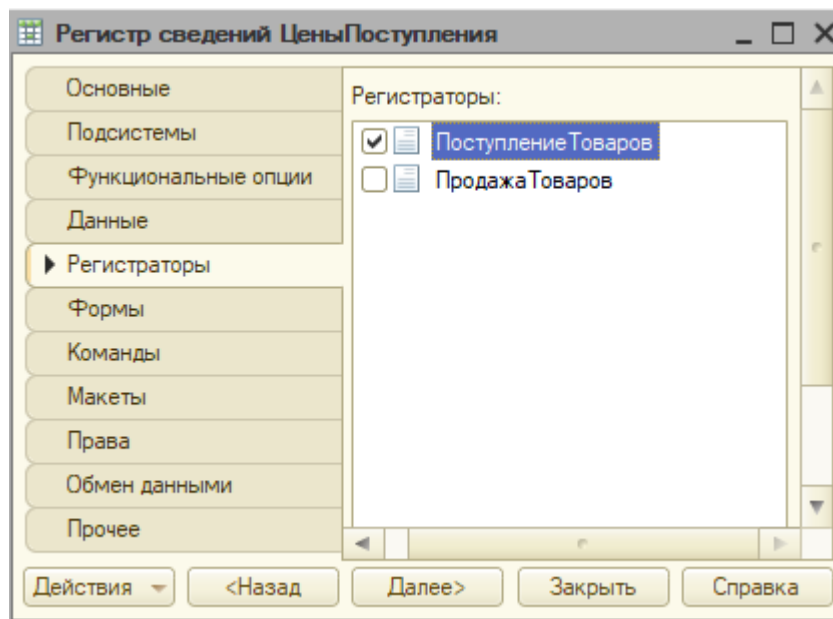

Рис. 3.13. Вкладка Регистраторы окна редактирования регистра «Цены поступления»
6. Перейдем на вкладку Регистраторы. Так как регистр призван фиксировать цены при поступлении товаров, установим в качестве регистратора документ «ПоступлениеТоваров» (рис. 3.13).